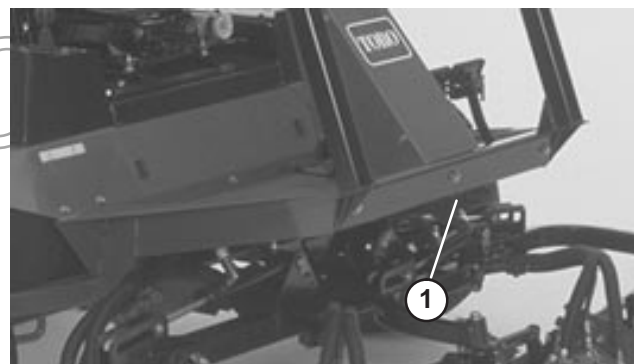

Figure 34
2. Attachez une chaîne, une sangle ou un câble au centre du longeron de châssis avant (Fig. 34).